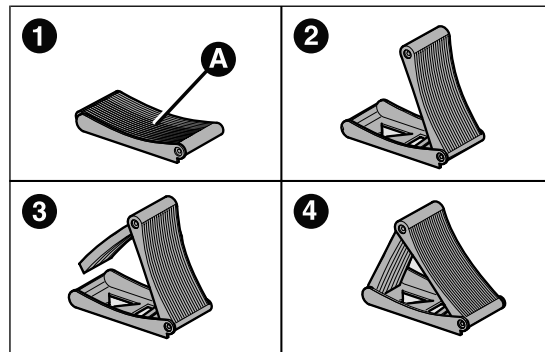

fig. 148
- ☐ extraer la cuña de bloqueo A de la bolsa de herramientas y abrirla en forma de libro de acuerdo con el esquema fig. 148;